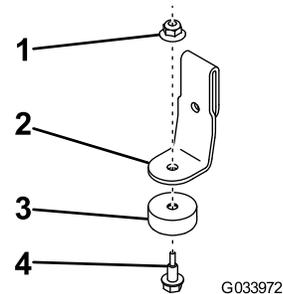

Figura 1
1. Attaccate il paraurti al supporto del fermo utilizzando un bullone di spallamento e un dado di bloccaggio (Figura 1).